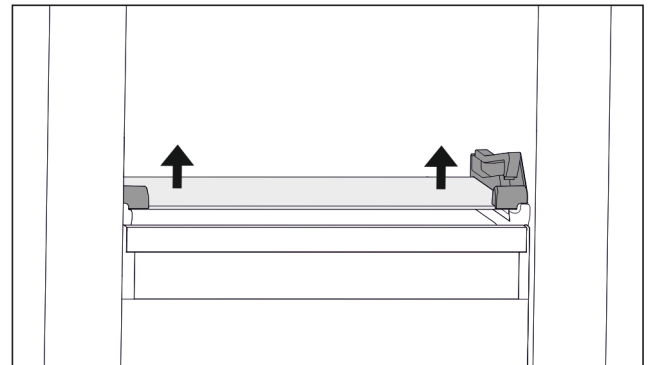

Fig. 41 Ripiano in vetro del cassetto ribaltabile
- ▶ Premere il ripiano in vetro dal basso verso l'alto su entrambi i lati. (vedere Fig. 41)